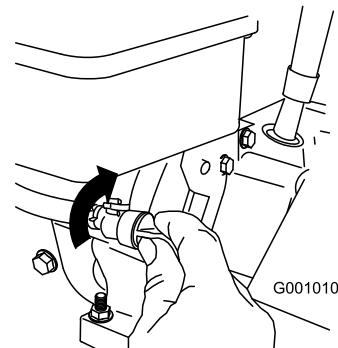

Figure 30
- Fermez le robinet de carburant en le tournant dans le sens horaire (Figure 30).